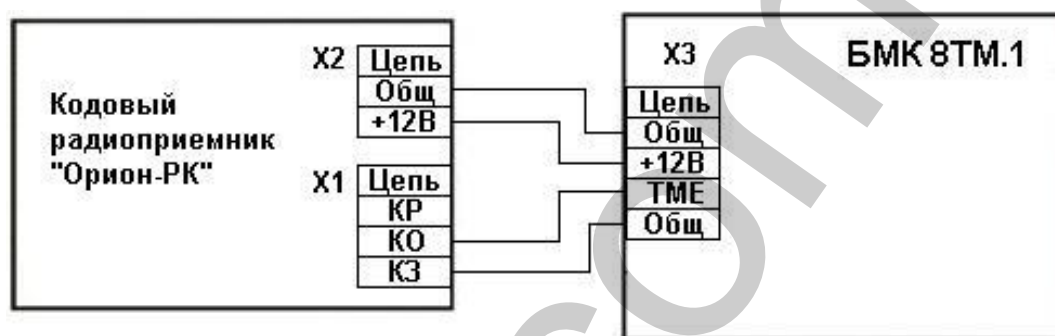

Рисунок 3 – Схема подключения кодового радиоприемника «Орион-РК»
8.11 При необходимости управления прибором с помощью радиокomплекта «Орион-РК» подключить кодовый радиоприемник радиокomплекта к прибору согласно рис. 3 (поставляется по отдельному заказу). В таком случае прибором нельзя будет управлять с помощью ключей Touch Memory.